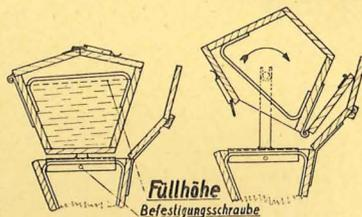

Abb. 14 Mehrsorten-Mischvorrichtung
Hierauf wird der einseitige Deckel des Mischkastens geöffnet und der gemischte Dünger durch Drehen des Kastens in Pfeilrichtung (s. Abb. 14) über den Streukastendeckel (38) in den Düngerstreuer geschüttet.